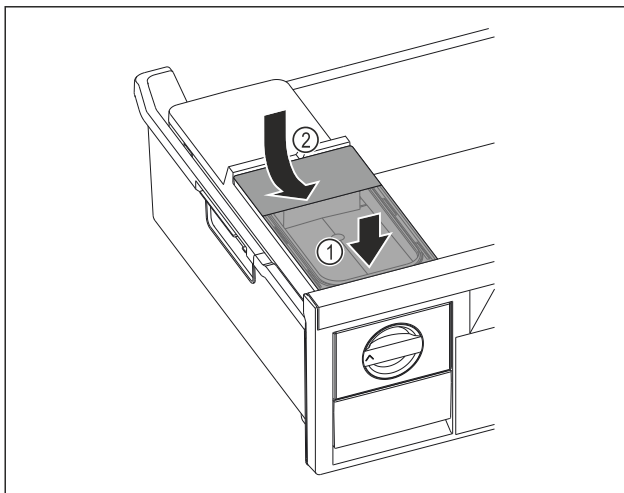

Fig. 110
- ▶ Așezați în față rezervorul de apă. Fig. 110 (1)
- ▶ Coborâți în spate rezervorul de apă. Fig. 110 (2)